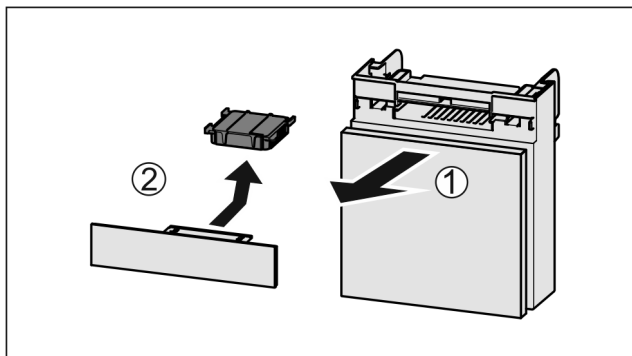

Fig. 195
- ▶ Вытянуть Fig. 195 (1) отделение движением вперед.
- ▶ Извлечение Fig. 195 (2) фильтра с активированным углем.